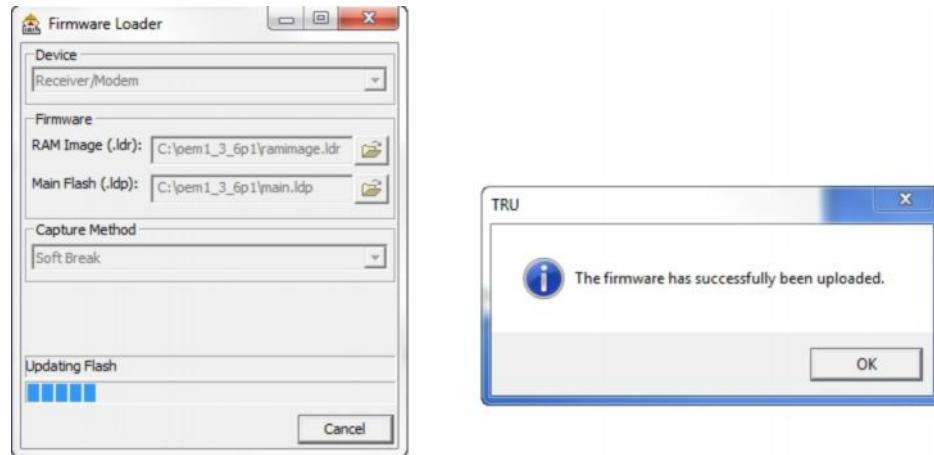

Рис. 9: Завершение загрузки встроенного программного обеспечения
8. Нажмите OK, чтобы продолжить загрузку нового встроенного программного обеспечения на приемник (см. Рис. 9).